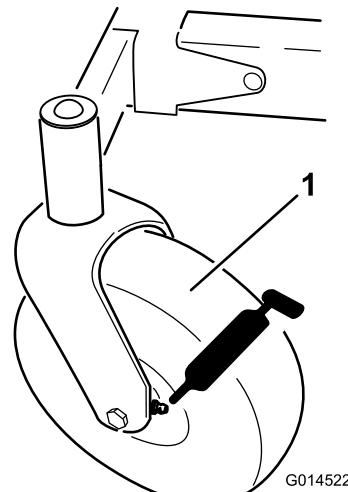
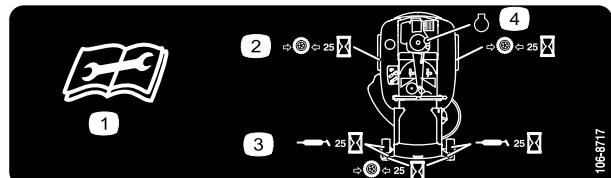

Figura 26
Figura 27
3. Limpie con un trapo los puntos de engrase (Figura 26 y Figura 27). Asegúrese de rascar cualquier pintura que hubiera sobre los puntos de engrase.
4. Conecte una pistola de engrasar a cada punto de engrase (Figura 26 y Figura 27). Bombee grasa hasta que empiece a rezumar grasa de los cojinetes.